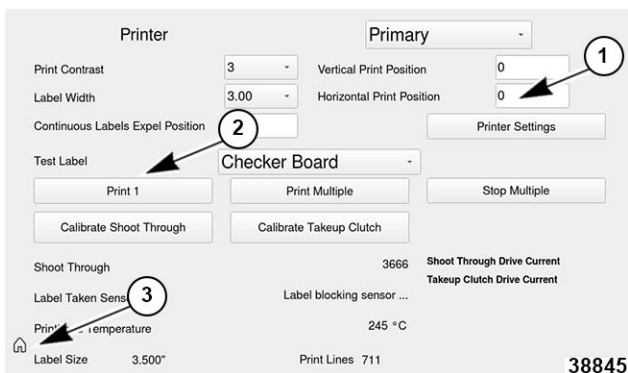

Fig. 134
5. Seleccione la **posición de impresión horizontal** (1, Fig. 134).
7. Seleccione el botón **Imprimir 1** para imprimir una etiqueta y verificar el ajuste (2, fig. 134).
9. Seleccione el icono de **inicio** una vez finalizada la operación (3, fig. 134).